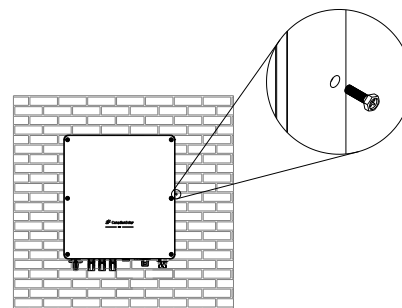

FIG. 6-10 Conserte ambos os lados do inversor
- 2) Use dois parafusos de segurança para fixar ambos os lados do inversor para garantir que o inversor fique firmemente fixado na parede, conforme FIG. 6-10.